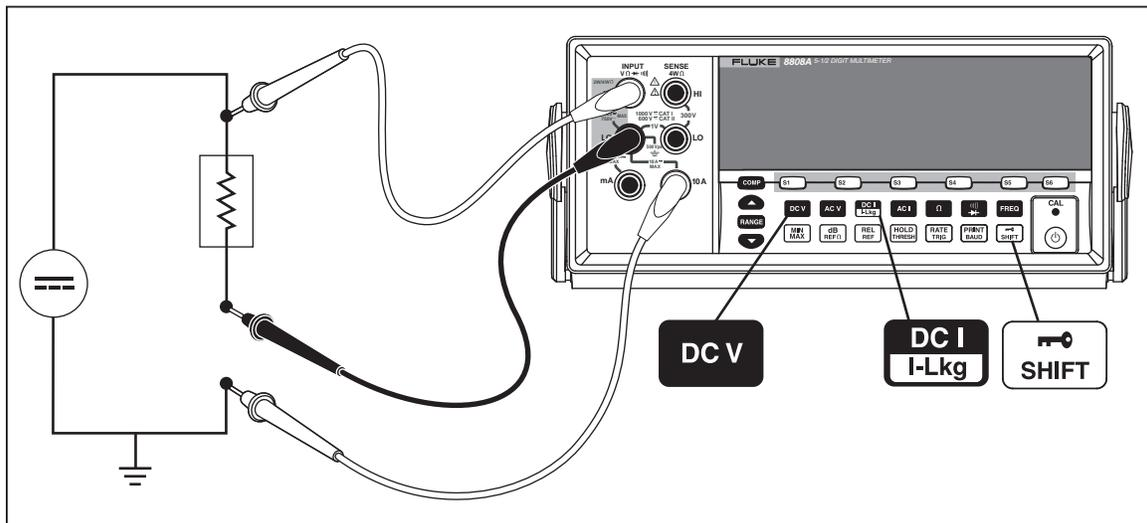

Figura A-2. Medición de voltaje y corriente CC en la señal de entrada
La mayoría de las aplicaciones de la pantalla doble mencionadas en la Tabla A2 pueden llevarse a cabo con ayuda de un único juego de cables de prueba conectados a las terminales **INPUT VΩ→+|||) HI** y **LO**. Sin embargo, para medir el voltaje y la corriente de una señal de entrada se requieren tres cables. Asegúrese de que las mediciones de voltaje y corriente contengan lo mismo, como se muestra en la Figura A-2. Después, simplemente siga las precauciones que seguiría si estuviera tomando una medición normal de corriente sin utilizar una pinza de corriente.
4. Conecte los cables al circuito de prueba como se muestra en la Figura A-2 y lea las mediciones en la pantalla. Aunque la corriente se mostrará como negativa, de hecho es positiva cuando se interpreta de acuerdo con la convención del flujo de corriente.